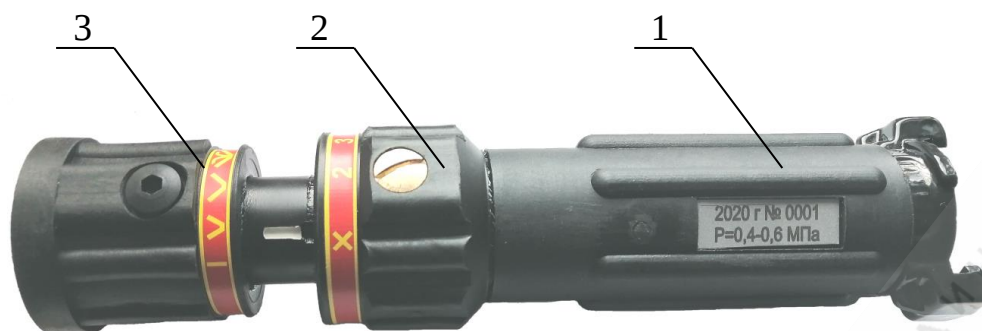

Рис.1
Внешний вид ствола приведен на рис. 1. Ствол состоит из корпуса (1) с присоединительной головкой ГМ-25 (2), **головка** перекрывного устройства и управления расходом (3), **головки** изменения геометрии струи (4). Ствол выполнен из термостойких высокопрочных пластмасс и нержавеющей стали .